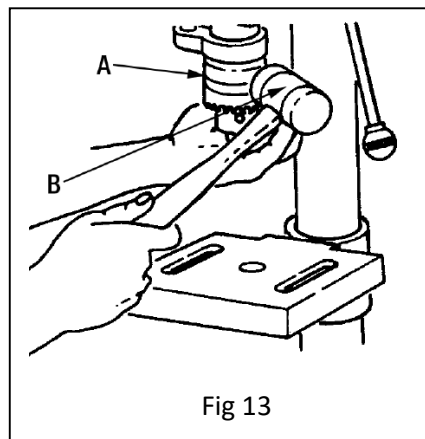

Fig 13
2. Tapez doucement sur le mandrin (A) Fig.13 avec un maillet (B- non inclus) dans une main tout en tenant le mandrin dans l'autre main pour empêcher le mandrin de tomber lorsqu'il est libéré du nez de l'arbre.